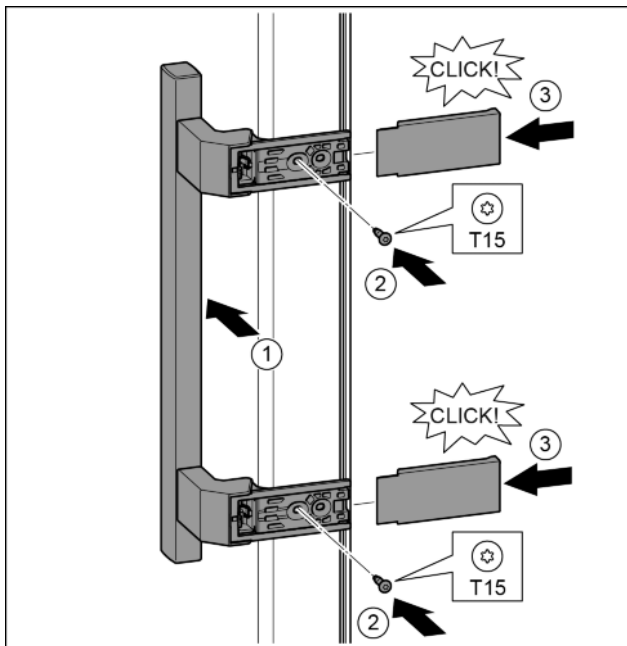

Fig. 20
- Pielieciet rokturi pretējā pusē. Fig. 20 (1)
- Ar skrūvgriezi T15 pieskrūvējiet skrūves. Fig. 20 (2)
- Sānos pielieciet un uzbīdiet pārsegu. Fig. 20 (3)